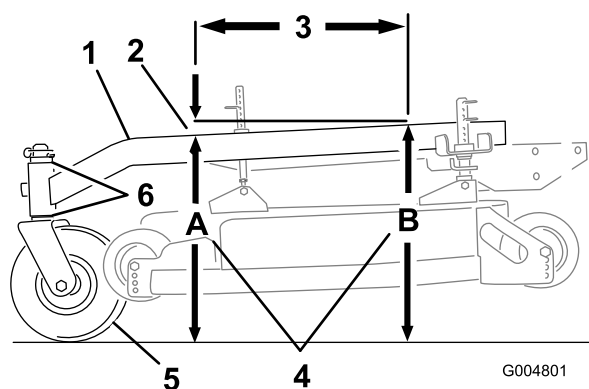

Figure 54
L'inclinaison avant/arrière du bâti porteur doit être comprise entre 3 et 9 mm sur 61 cm de sa longueur (Figure 54).
- Mesurez 61 cm sur le bâti porteur (Figure 54).
- Mesurez la hauteur du bâti porteur au point **A** (Figure 54).
- Mesurez la hauteur du bâti porteur au point **B** (Figure 54).
- La hauteur au point **A** doit être inférieure de 6 à 10 mm par rapport au point **B** (Figure 54).
- Si ce n'est pas le cas, déplacez les entretoises des roues pivotantes de manière à obtenir l'inclinaison voulue de 6 à 10 mm (Figure 54).